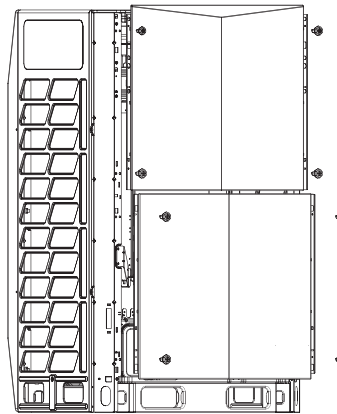

Fig.4-18
2. Desmontaje del panel frontal: saque los 4 tornillos del panel frontal en los lados izquierdo y derecho (Fig 4-18 ) y luego eleve los paneles unos 3 mm para poderlos sacar.